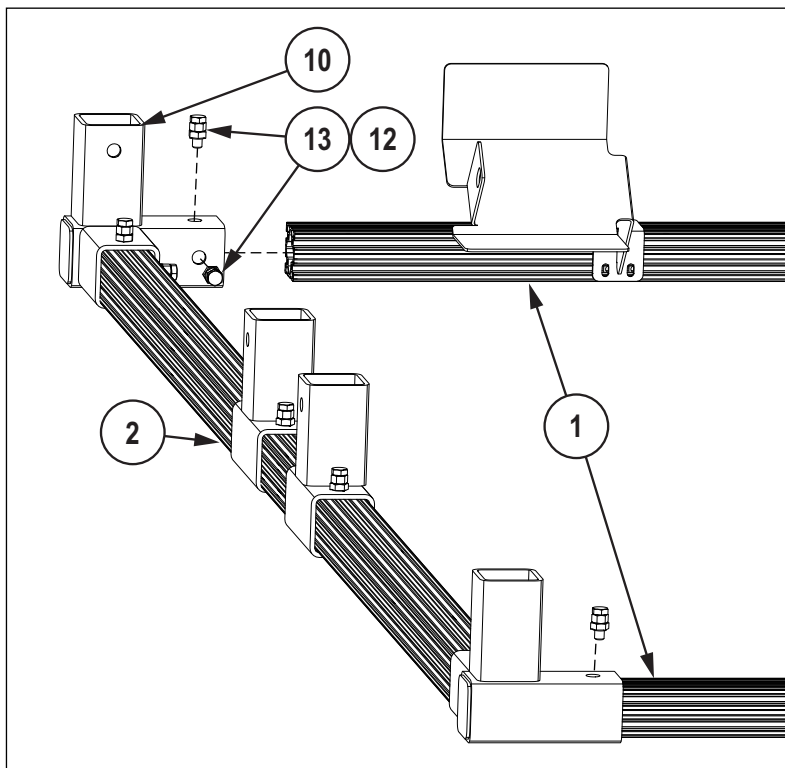

Figura 3-6. Instalación del bastidor lateral de montaje en T
3. Fije una barra larga a cada conector de tres vías (Pt.10) como en Figura 3-6.